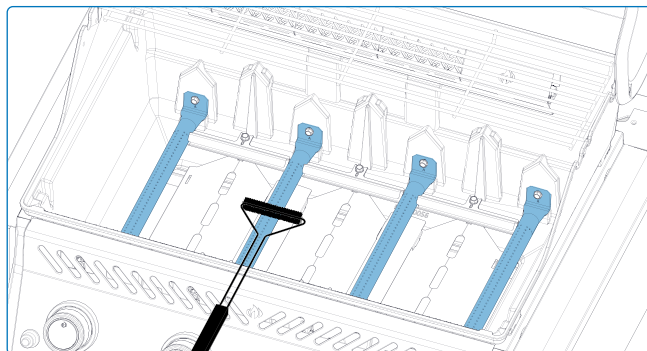

Fig. 10
4. Rimuovere i diffusori e spazzolare i detriti dai bruciatori con una spazzola metallica (**Fig. 10**)